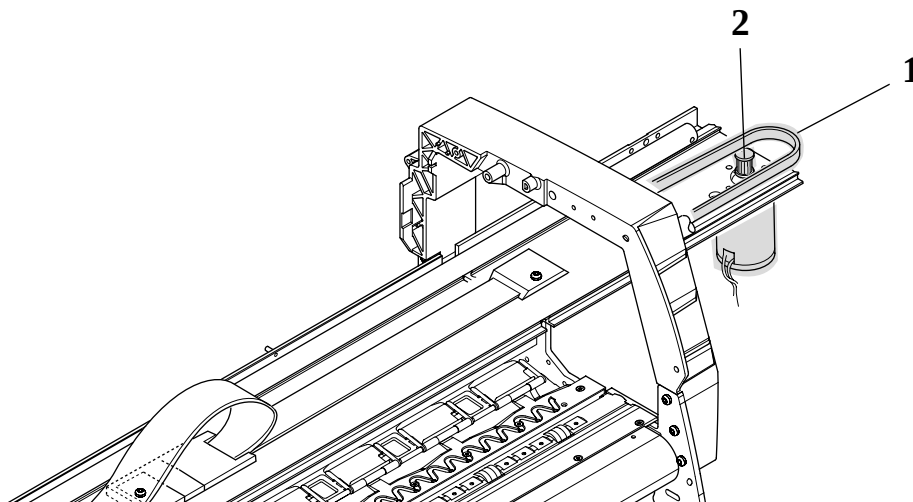

図 45 : キャリッジアセンブリとベルト
- 10 プリンタ右側で、ベルト モーター プーリー (部品2) からベルト (部品1) を取り外します (図45参照)。